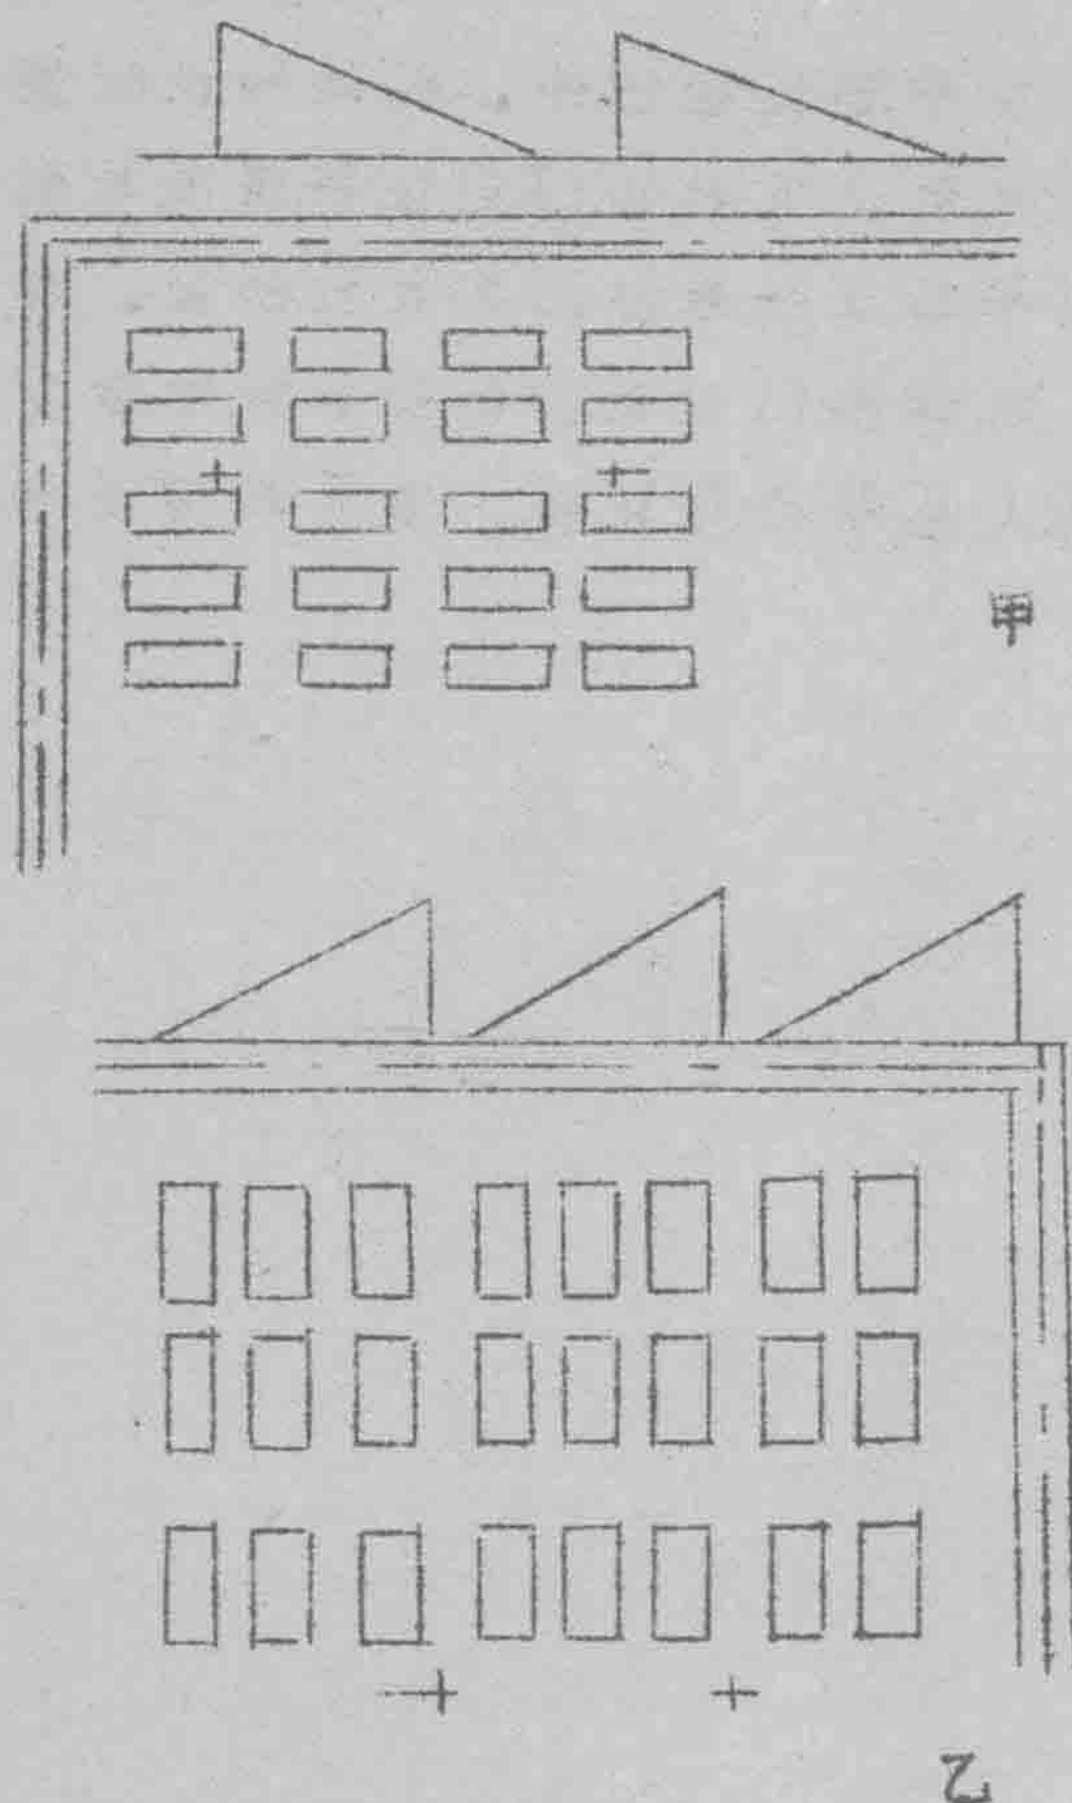

图 2—1 梳棉机机械排列
1. 1181 C 型梳棉机机械排列如图 2—1 甲、乙所示。图甲为长列式，乙为短列式。一般短列式马达布线比较方便，棉条运输路